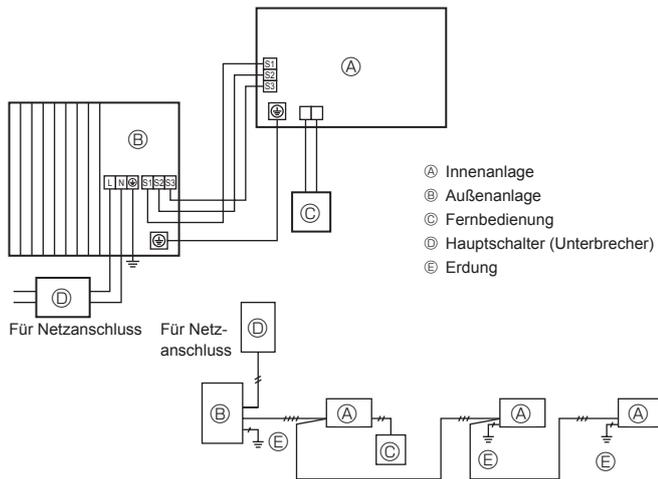
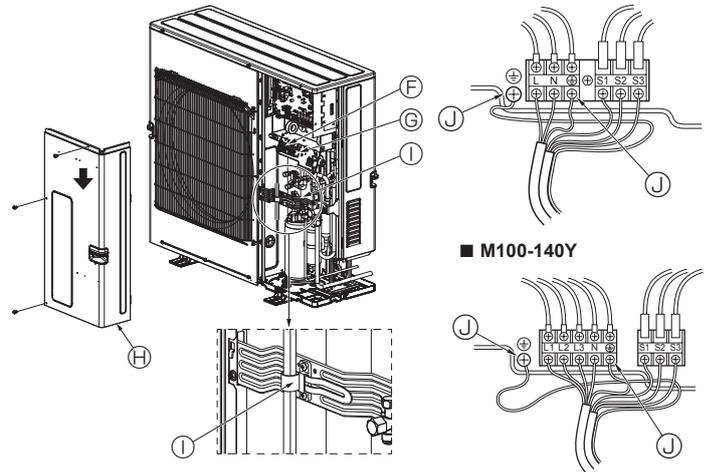

Fig. 6-1
Fig. 6-2
6.1. Außenanlage (Fig. 6-1, Fig. 6-2)
- ① Die Bedienungsplatte abnehmen.
- ② Die Kabel gemäß der Fig. 6-1 und der Fig. 6-2 verdrahten.